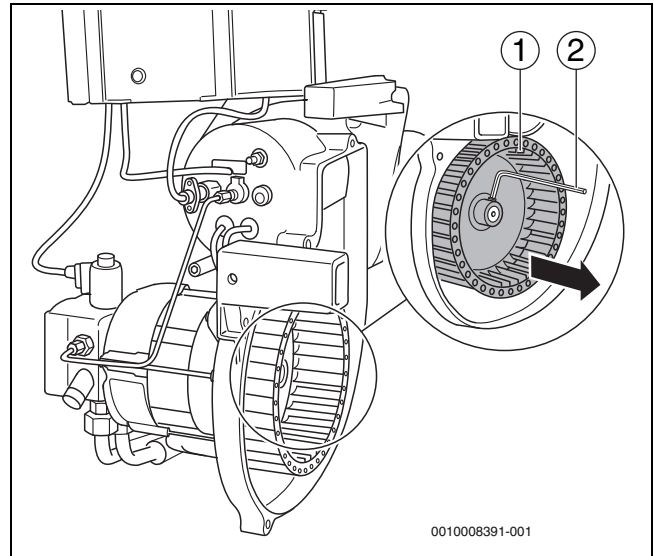

Fig. 33 Controllo visivo della ventola del ventilatore ed eventualmente pulirla
- Allentare la ventola del ventilatore (→ fig. 33, [1]) con una brugola (→ fig. 33, [2]) e toglierla dall'albero.
- Rimontare la ventola (→ fig. 33, [1]).